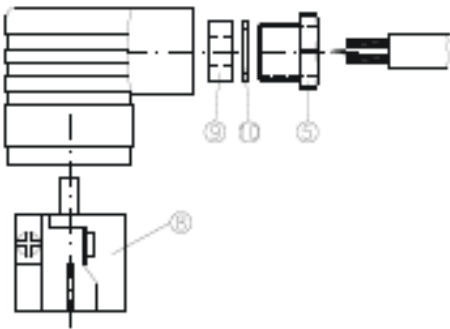

Abb. 8
- Führen Sie die Anschlussleitung durch die Kabelverschraubung ⑤, den Druckring ⑩ und den Gummeinsatz ⑨ in die Leitungsdose ein (→ Abb. 8).